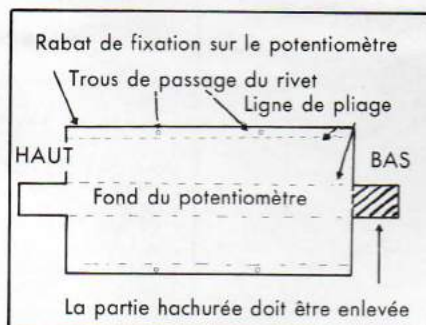

Figure 7
- pratiquer une ouverture à la base du potentiomètre (curseur à ZÉRO) dans le capot de protection du potentiomètre. Ce capot est constitué le plus souvent par une feuille d'aluminium pliée (figure 7). Si tel est le cas, "déplier" la partie basse du capot, puis la couper. Afin d'éviter toute vibration fatale du potentiomètre ainsi que la production de copeaux, il est